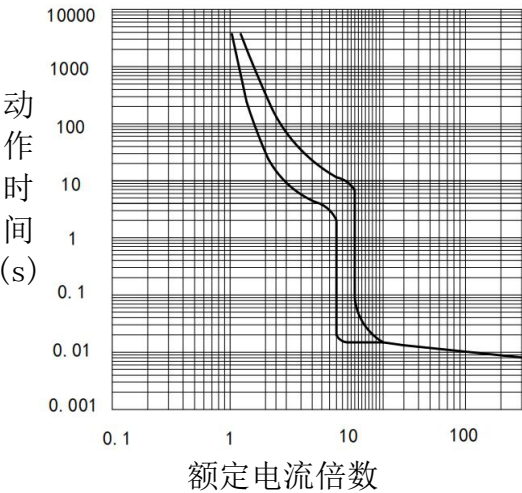

图 1 HYM3-63 动作特性曲线
4.3 断路器反时限特性曲线及其温度校正曲线见图 1～图 14